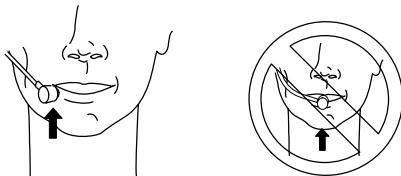

ABBILDUNG 5. POSITION DES KOPFBÜGELMIKROFONS
- Das Mikrofon über dem Mundwinkel in einer Entfernung von etwa 12 mm plazieren. Siehe Abbildung 5.